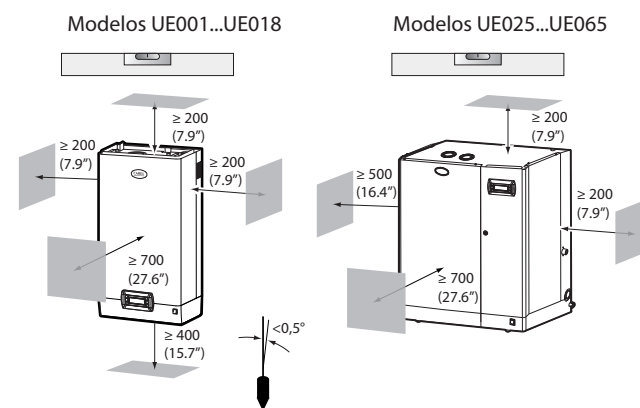

Fig. 1.b
- Coloque el humidificador en plano horizontal, respetando los espacios mínimos (ver Fig. 1.b) para realizar las operaciones de mantenimiento necesarias.
Fije el humidificador a la pared mediante el soporte y el kit de tornillos suministrados (para las dimensiones en mm/pulgadas, ver Fig. 1.d).